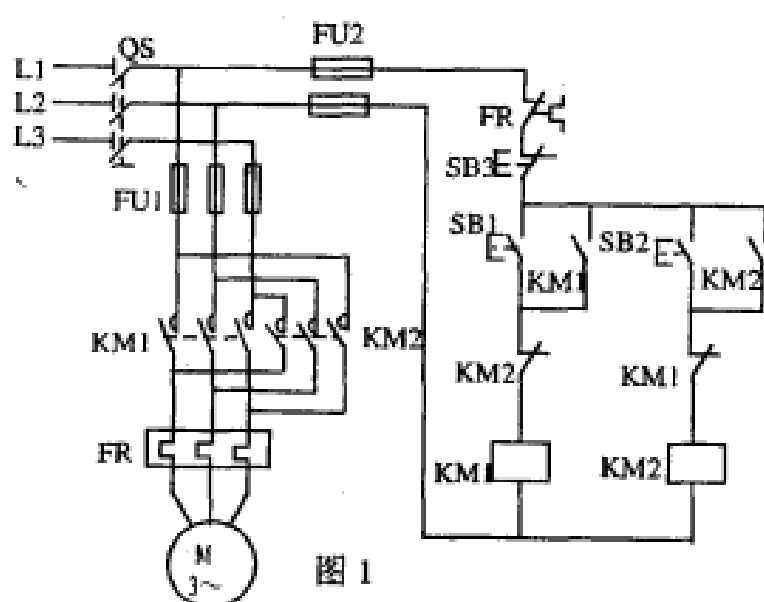
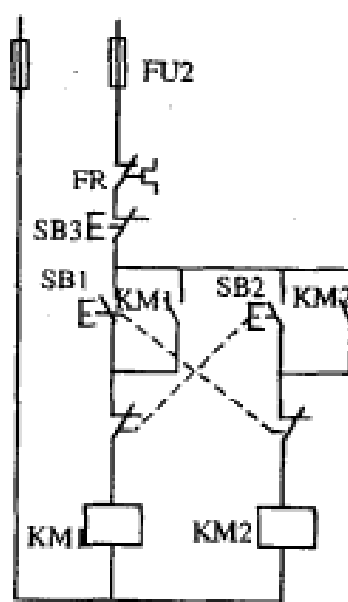

图1
图2
1. 主电路 如图1主电路接触器KM1、KM2分别闭合,完成换相实现电动机正反转。KM1、KM2不能同时闭合,否则,会造成主电路两相短路。电路用FR实现过载保护。
2.1.1 特点 如图1,右部分是其控制电路,它由两条启动支路构成,且在对方支路中相互串联上彼此的常闭辅助触头,使一个接触器线圈得电吸合后另一个接触器因所串联的常闭辅助触头断开而受到制约无法得电,保证了KM1、KM2不能同时得电,从而可靠地避免了两相电源短路事故的发生,电路安全、可靠。这种在一个接触器得电动作时通过其常闭辅助触头使另一个接触器不能得电动作的作用称为联锁(或互锁)。该电路要改变电动机的转向必须先按下停止按钮使接触器失电,各触头断开恢复原状解除联锁,再按下反转启动按钮,电动机才能反转。
2.2.1 特点 如图2,它将图1中的正、反转控制按钮SB1、SB2换成复合按钮,用对应的常闭触头代替接触器相应的常闭辅助触头构成联锁完成正反转控制。这样电动机改变转向时,可直接按下反转(相对于另一转向)按钮即可,而不必先按停止按钮,同时保证了两个接触器KM1、KM2线圈不会同时得电闭合。例如,KM1吸合电动机正转时,按下反转按钮SB2,串联在KM1线圈支路中SB2的常闭触头先断开,使KM1线圈失电,其主触头、自锁辅助触头断开,电动机断电但仍惯性运转。SB2按下后经过一定的行程,其常开触头闭合,接通反转控制电路,电动机反转。